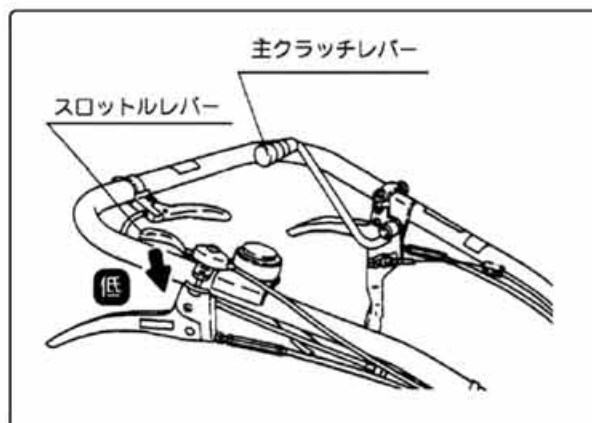

図21
②低速から高速の切替操作は主クラッチを一旦切ってからおこなってください。(図21)
③高速の「前進後進」切替操作は主クラッチを一旦切ってからおこなってください。